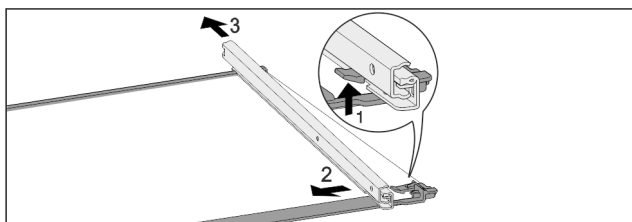

Fig. 104 Skleněná deska s kolejničkami
- ▶ Přední aretační háček zatlačte nahoru. Fig. 104 (1)
- ▶ Výsuvnou kolejničku vysuňte stranou Fig. 104 (2) a dozadu Fig. 104 (3).